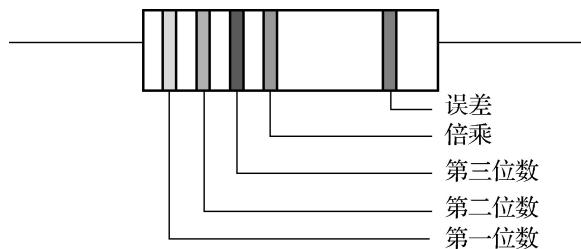

图 1-17 五色环电阻
③五色环电阻:第一、第二、第三环分别代表 3 位有效数的阻值,第四环代表倍率,第五环代表误差。如图 1-17 所示,“黄、紫、黑、红、棕”代表阻值为  $470 \times 10^2 \Omega$ ,误差为±1%。